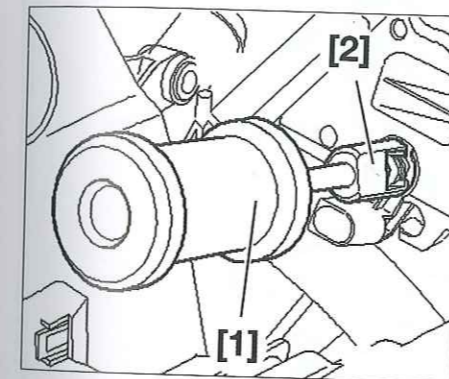

Fig. 39
- [1]. Masa de inercia (ref. T10133/3) (Fig.39).
- [2]. Extractor (ref. T10133/15) (Fig.39).
- Retirar el inyector con precaución aplicando ligeros golpes (Fig.39).